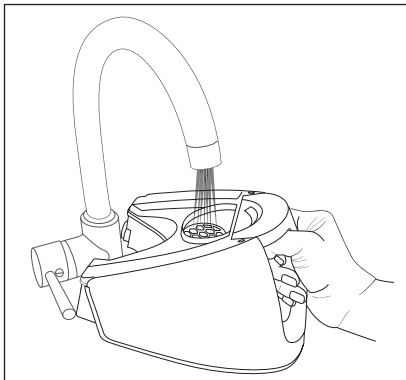

Fig. 2
- Remplissez le réservoir à eau **7** en utilisant l'orifice de remplissage, exclusivement avec de l'eau du robinet ou distillée (voir fig.2).